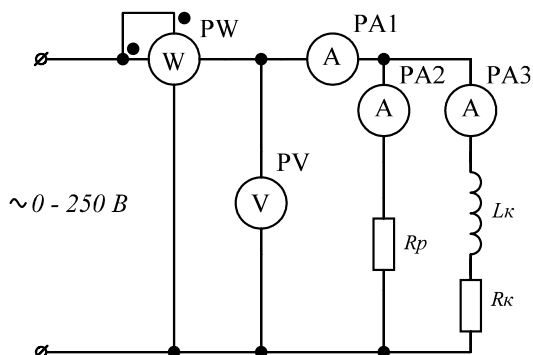

Рис.3.4. Электрическая схема параллельного соединения резистора и катушки
2.3.1. Собрать электрическую цепь, схема которой приведена на рис.3.4.